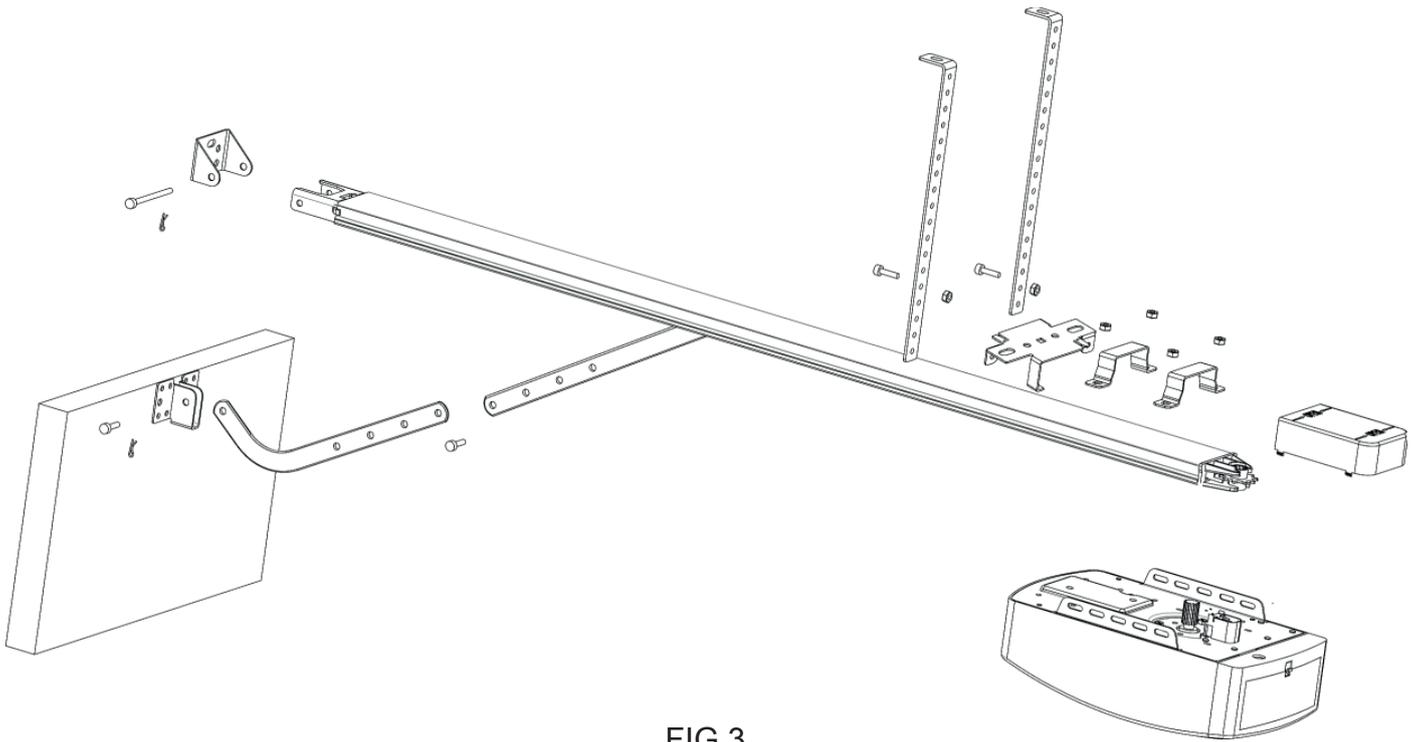
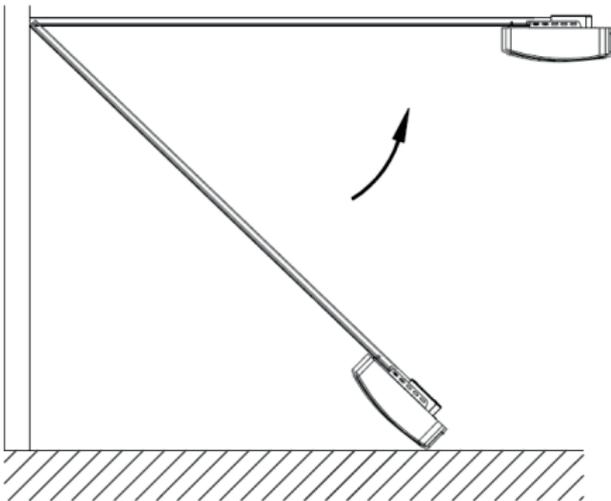
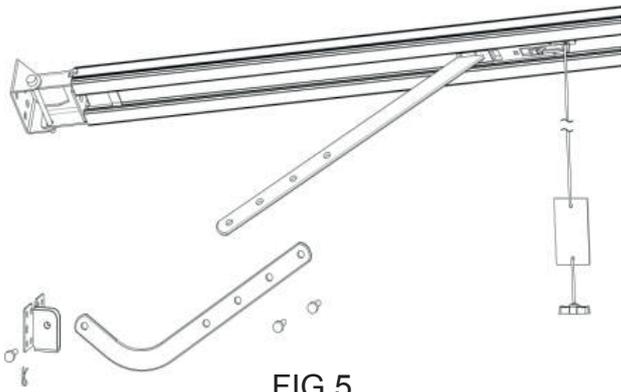

FIG.3
FIG.4
FIG.5
PASO1 (Fig.3) Fije la cabeza del motor a la caña de acero. Montaje de los 2 "U" Soportes colgantes con tuercas de 6mm suministradas
PASO2 (Fig. 3) Coloque la caña de acero y el conjunto de la cabeza del motor en el centro del piso del garaje, con la cabeza abierta más alejada de la puerta. Levante la parte delantera de la caña hasta el soporte de la puerta. Inserte el pasador de pivote y fijelo con el pasador de división suministrado.
PASO 3 (Fig.3, Fig.4)
PASO 4 (Fig.3, Fig.5)